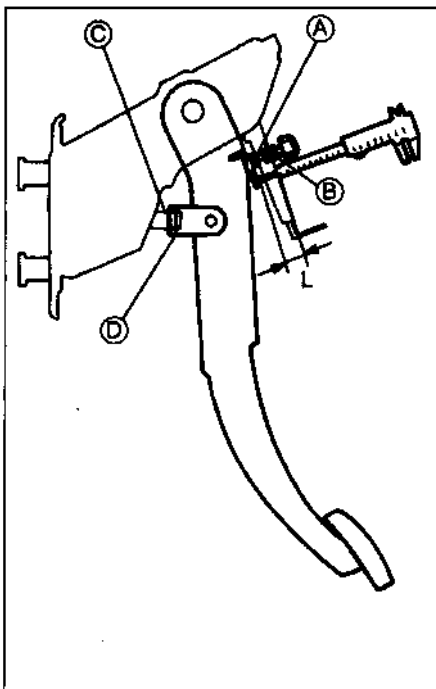

Рис. 16.15. Высота педали - это расстояние от опущенной педали до кронштейна выключателя
- 15 Измерьте высоту педали тормоза (см. рис. 16.15) и сравните результат с "Техническими данными" этой главы.
- 17 Ослабьте затяжку контргайки B и вращайте гайку A до тех пор, пока она не выйдет из контакта с педалью тормоза (см. рис. 16.15).